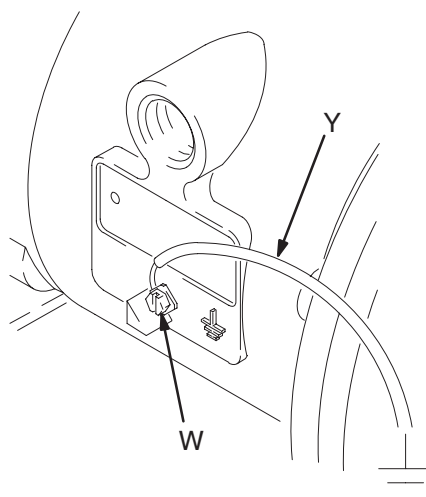

Fig. 1
- *Pumpe:* Tilslut en stelledning og klemme som vist på Fig. 1. Løsn stelskruen (W). Indsæt den ene ende af en stelledning (Y) på mindst 1,5 mm² bag stelskruen, og spænd skruen sikkert til. Tilslut stelledningens klemmeende til en sikker jordforbindelse. Bestil delnr. 222011, stelledning og klemme.